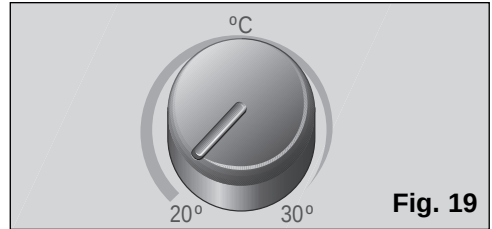

Fig. 19
- ☐ Colocar el termostato en la temperatura deseada, **Fig. 19**. Si el equipo se desconecta automáticamente por haber alcanzado la habitación la temperatura seleccionada, habrá que esperar a que la temperatura ambiente suba 2-3°C para que vuelva a entrar en funcionamiento.